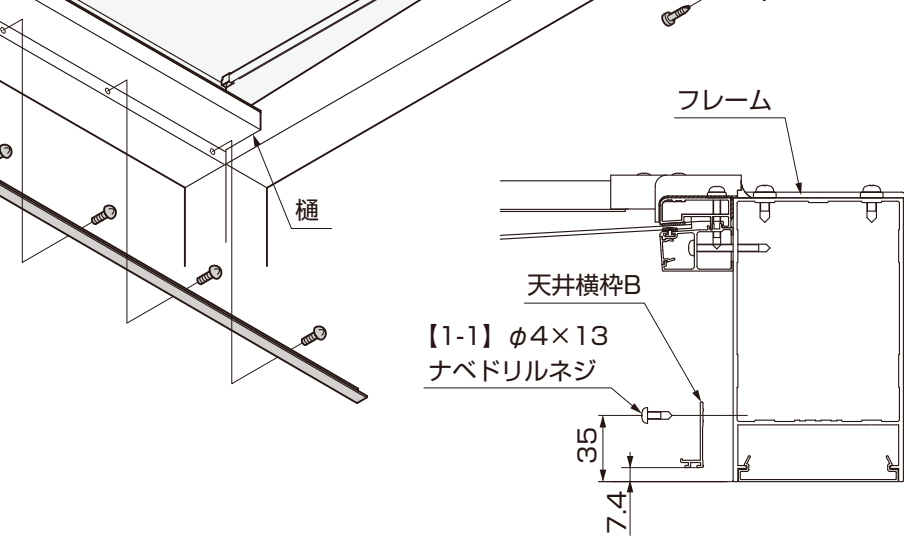

図4-5 A部詳細図
- ③フレームに $\phi 3.5$ の下穴をあけ天井横枠Bを寸法の位置に【1-1】で取付けてください。(図4-5、図4-6参照)